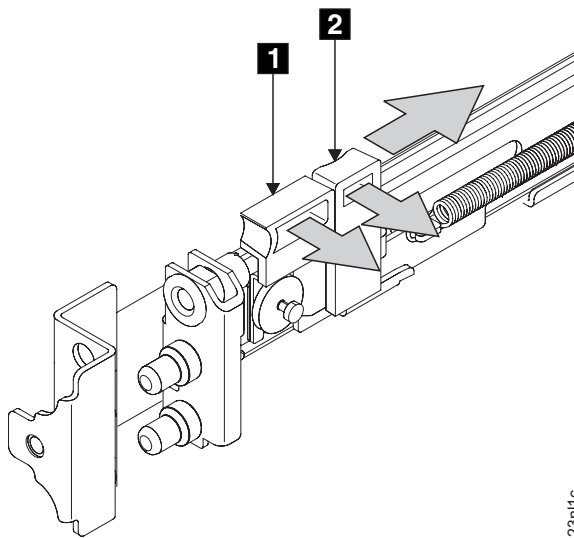

図 34. 前部ラッチ・ロック・キャリア・アセンブリーを開く
- ラッチ・レバー **1** をレール (図 34) の終端の方向に動かしながら、ラッチ・ロック **2** をレールから離れる方向に静かに押します。ラッチ・ロック・キャリア・アセンブリーが、ばねの強度でスライドします。